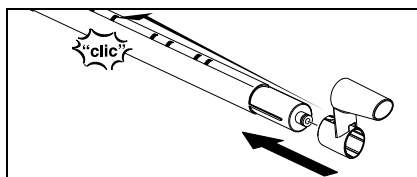

Fig. 2
- Inserir o gancho (G3) com a tecla de desbloqueio premida até o segundo entalhe de cima em um tubo de extensão (G1). O gancho deve engatar ao soltar a tecla de desbloqueio (veja fig. 2).